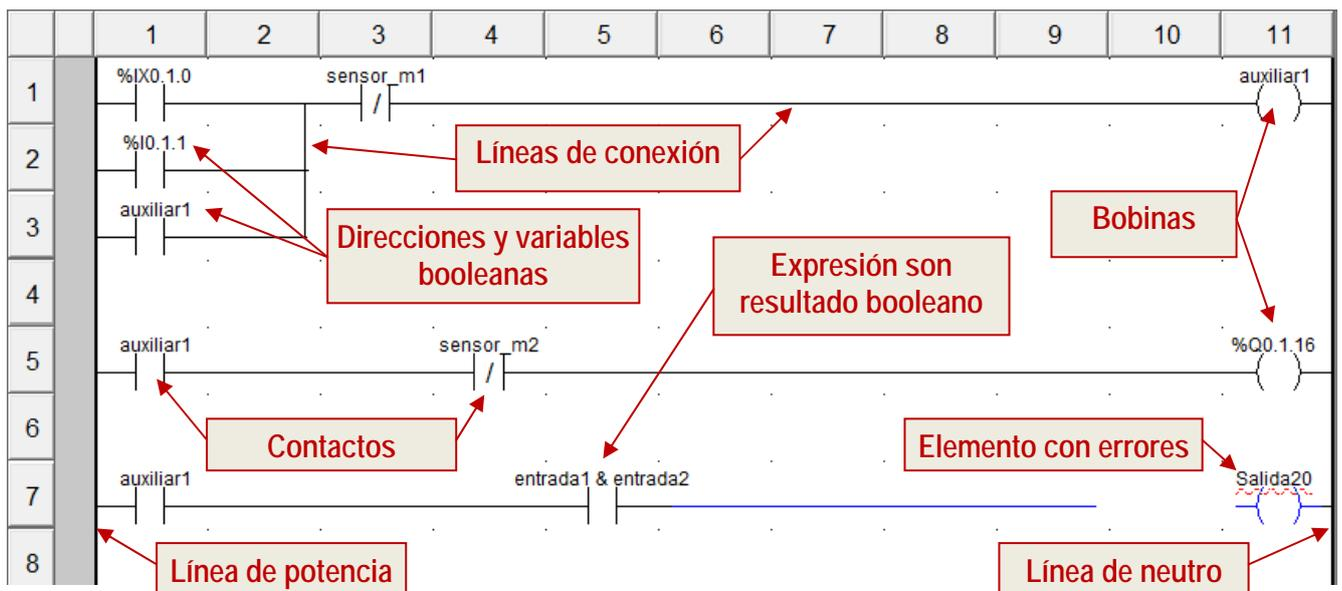

Figura 24. Ejemplo se página de LD con tres redes.
Con el lenguaje de diagrama de contactos (LD), las secciones de programa de las tareas se representan mediante circuitos eléctricos que consisten básicamente de dos tipos de objetos: contactos, bien normalmente abiertos o bien normalmente cerrados, y bobinas. Cada sección LD consiste en una única página con una cuadrícula, dividida en filas y columnas, donde se colocan los objetos. La Figura 24 muestra un ejemplo de sección LD.
Como muestra la Figura 24, en UnityPro, cuando un objeto tiene algún error, este se marca en azul. Si una variable o expresión es incorrecta, esta se subraya en rojo. Si se pasa el ratón sobre un objeto con algún error, aparecerá un cuadro que explica las causas del error.